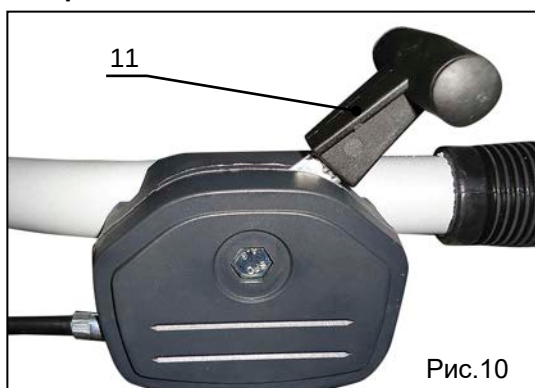

Рис.10
1. Рукоятку газа необходимо установить в положение холостого хода (поз.11, рис.10).